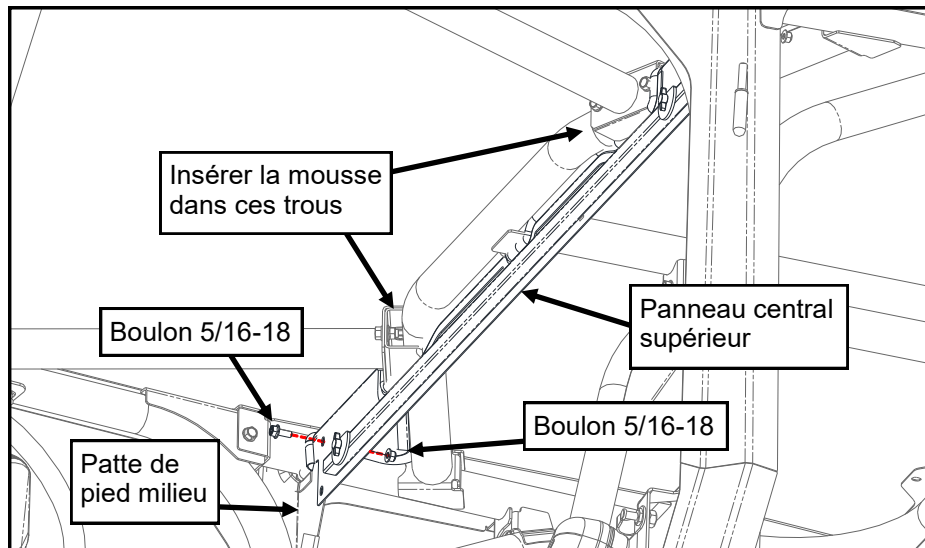

Figure 2.1 : Panneau central supérieur
- 2.1 Placer le panneau central supérieur devant les pattes des pieds milieux supérieurs, avec les brides supérieures face à l'arrière (voir Figure 2.1). Fixer le panneau aux pattes des pieds milieux, par l'intermédiaire du trou supérieur de chaque côté du panneau supérieur, avec les boulons 5/16-18 x 3/4 po et les écrous. Installer avec les boulons du côté avant du panneau et ne pas serrer.
- 2.3 Couper le ruban en mousse fourni en deux morceaux, d'environ 2 po de long et insérer la mousse dans les trous aux extrémités des traverses avant du toit (voir Figure 2.1). La mousse devrait complètement remplir l'espace.